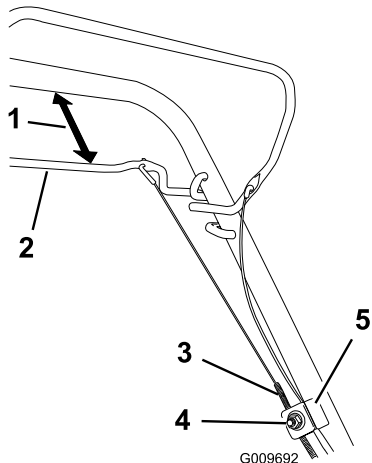

Figure 21
1. Desserrez l'écrou du support de câble (Figure 21).
2. Maintenez la barre de commande d'autopropulsion à une distance de 25 à 38 mm (1 à 1½ po) du guidon (Figure 21).
3. Tirez la gaine du câble vers le bas (vers la machine) jusqu'à ce qu'il n'y ait plus de mou dans le câble (Figure 21).